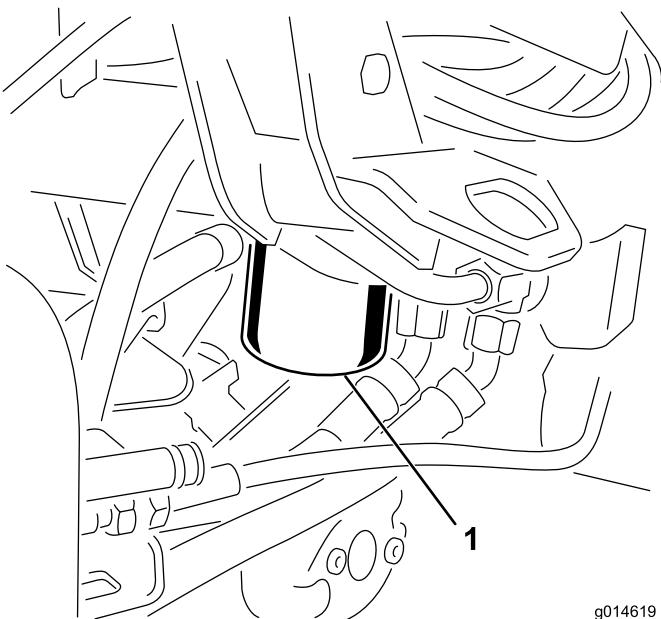

Figura 52
1. Limpe a zona em torno da montagem do filtro (Figura 52). Coloque um recipiente de escoamento debaixo do filtro e retire o filtro.